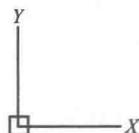

图 1-11 世界坐标系
(1)世界坐标系(WCS) AutoCAD 系统为用户提供了一个绝对的坐标系,即世界坐标系(WCS)。通常,AutoCAD 构造新图形时将自动使用 WCS。虽然 WCS 不可更改,但可以从任意角度、任意方向来观察或旋转。在 WCS 中,原点是图形左下角 X 轴和 Y 轴的交点(0, 0),X 轴为水平轴,Y 轴为垂直轴,Z 轴垂直于 XY 平面,指向显示屏的外面。如图 1-11 所示。